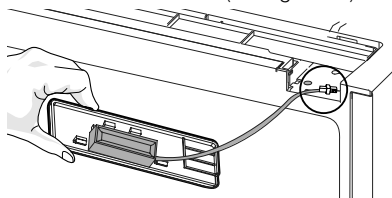

Figura 26
47. Conecte el mazo de cables del interruptor de ampolla al mazo de cables del armario (ver Figura 26).